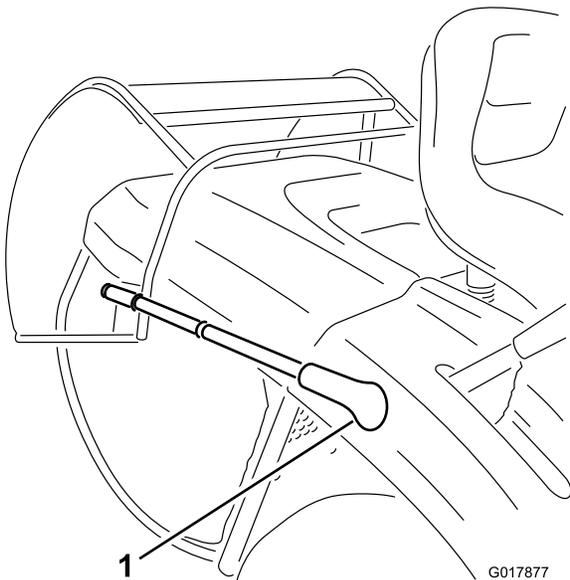

Figure 15
3. Tirez le levier de vidage du bac à herbe en avant pour incliner le bac (Figure 15).